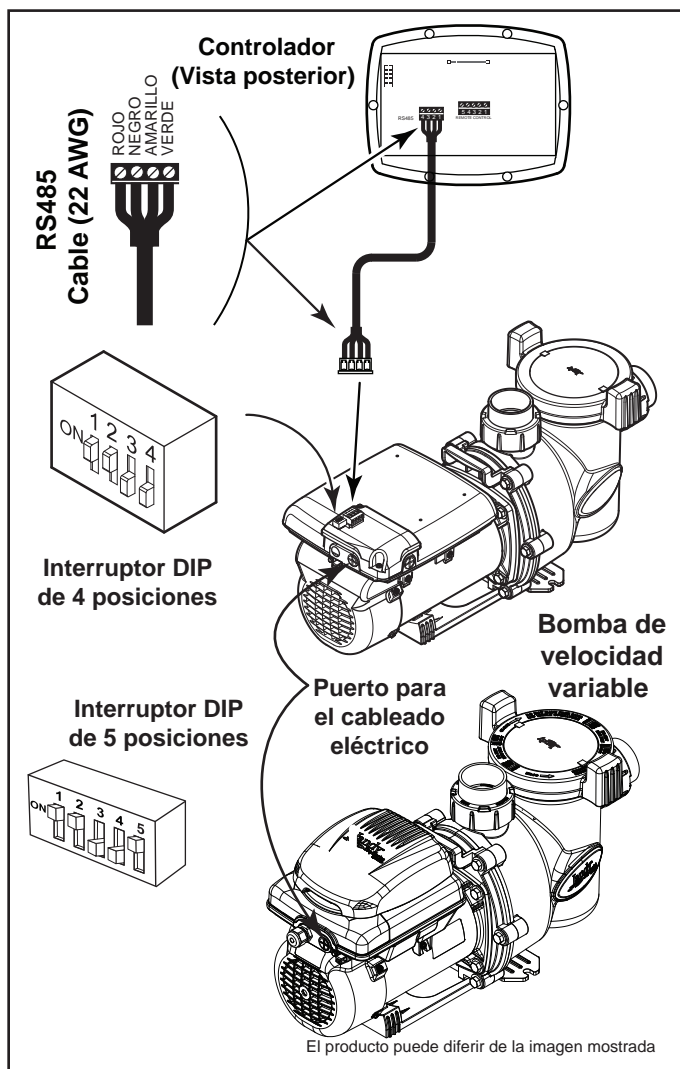

Figura 9. Cableado del controlador de velocidad variable (JEP-R)
4. Inserte los cuatro (4) cables del cable RS-485 al conector RS-485. Haga coincidir los colores de los cables con las posiciones del conector de la siguiente manera: 1- rojo, 2- negro, 3- amarillo y 4- verde. Véase Figura 9.
6. Para la VS-FHP2.0, deslice los interruptores DIP 1 y 2 hacia arriba, quedando en la posición “ON” (encendido) y los interruptores 3 y 4 hacia abajo, quedando en la posición “OFF”(apagado). Véase Figura 9.